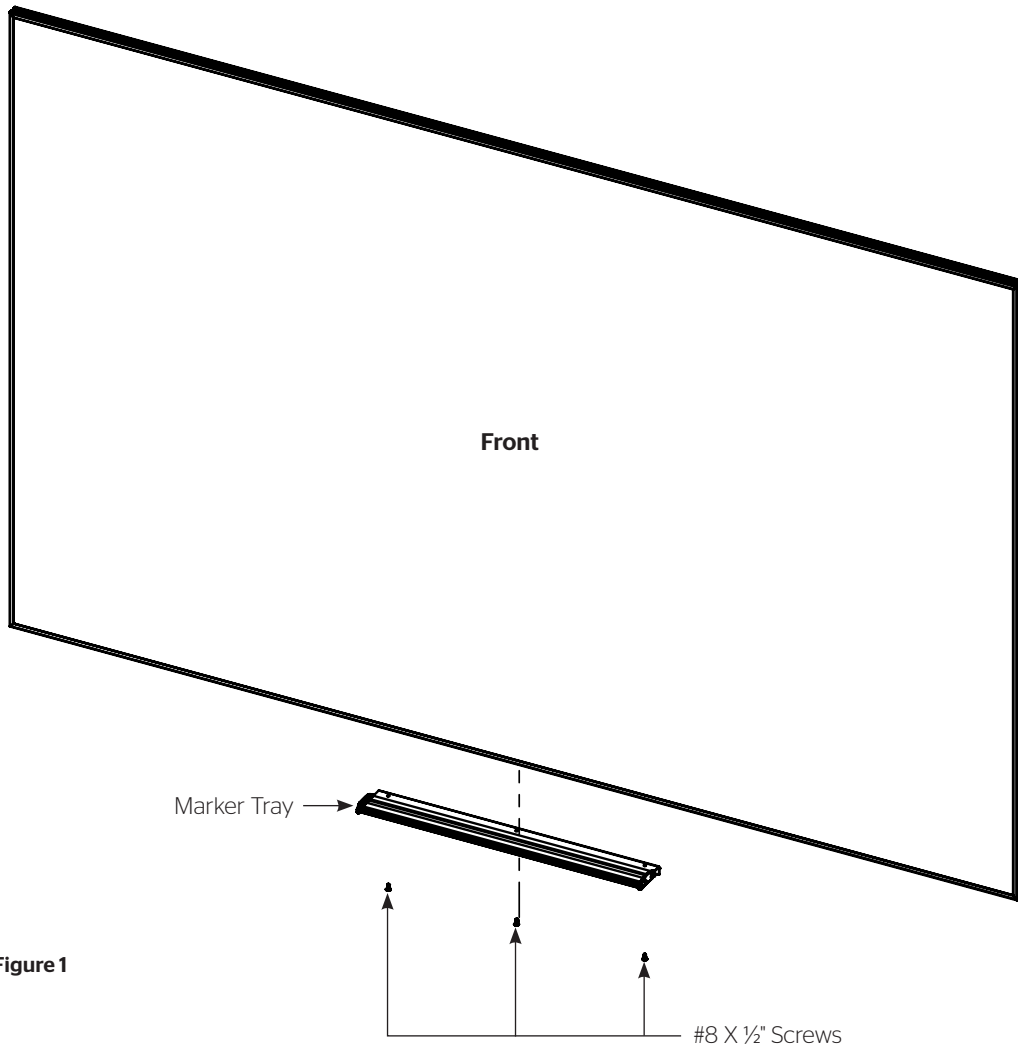

Figure 1
2. Center the marker tray to the bottom of the frame and attach it with (3) of the provided #8 x 1/2" screws. Insert screws through the tray into the groove (Figure 1).
2. Centrer le porte-marqueur au bas du cadre et fixer-le avec (3) des vis n° 8 x ½ po (12,7 mm) fournies. Insérer les vis à travers le plateau dans la rainure (Figure 1).